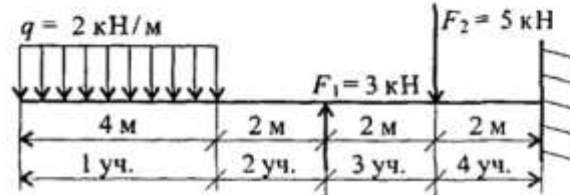

Рис. 29.9
8. Определите участок чистого изгиба (рис. 29.9).